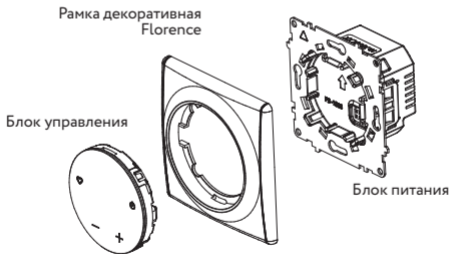

Рис. 5
6. Разделите терморегулятор на блоки (рис. 5).